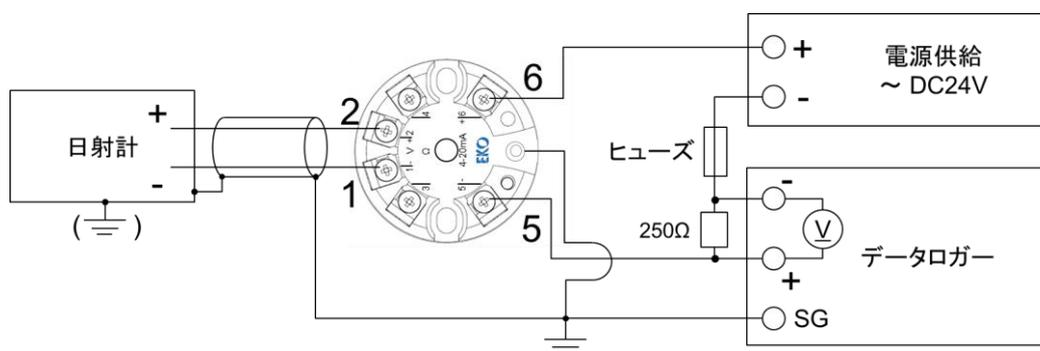

図 5-3. 配線図例(電圧計を用いる場合)
- ・電圧計を用いる場合：図 5-3 の例に示す通り、4-20mA 電流ループ回路にシャント抵抗を挿入し抵抗の両端電圧を計測する方法。挿入するシャント抵抗値として例えば 250Ω を用いた場合、4-20mA は 1-5V に変換されます。ご使用になる電圧計の計測レンジに合わせてシャント抵抗をご用意ください。なお、シャント抵抗を挿入することで電圧降下が発生しますので、電源電圧選定の際はこの点ご注意ください。
電圧計を用いる場合 (別途、シャント抵抗が必要となります) (図 5-3)